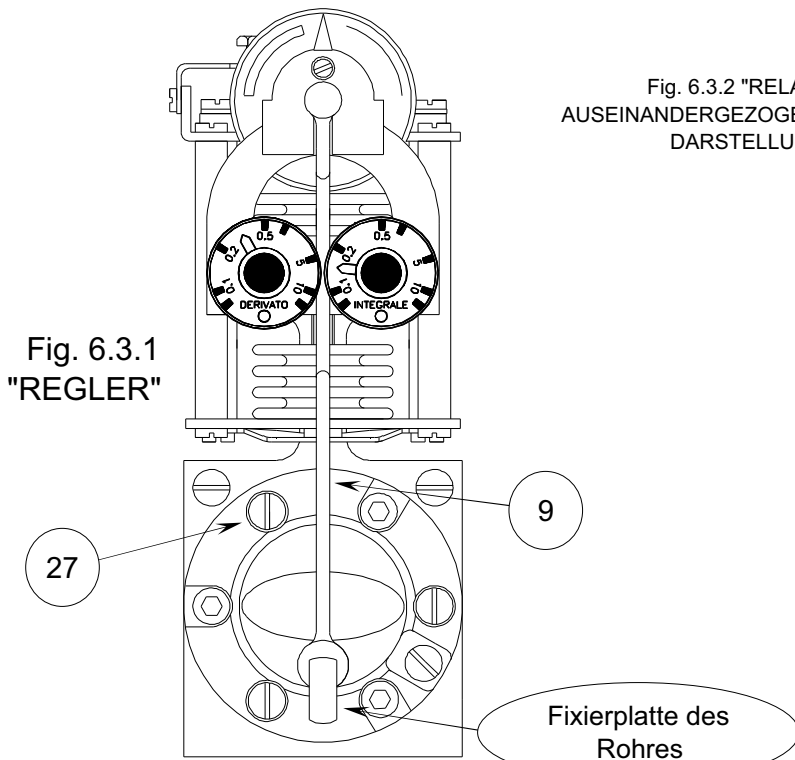

Fig. 6.3.1
- 1) Die dafür vorgesehene Fixierplatte vom Rohres (9) zum Relais (siehe Fig. 6.3.1) lösen.
- 2) Das untere Verbindungsstück des Rohres (9) entfernen (siehe Fig. 6.3.1).
- 3) Die drei Fixierschrauben (27) entfernen (siehe Fig. 6.3.1) und das Relais herausnehmen.